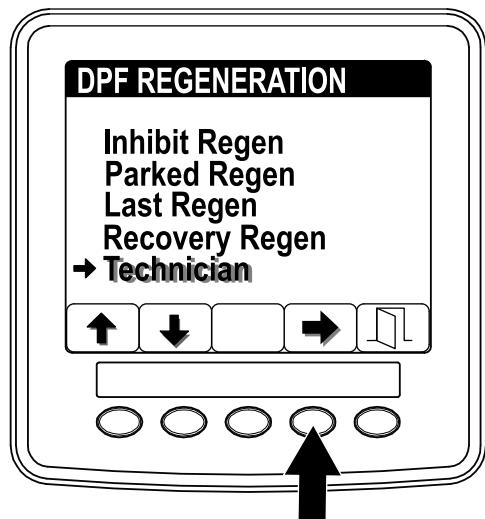

Figura 38
- Acceda al menú DPF Regeneration (Regeneración de DPF) y pulse los botones 1 o 2 para desplazarse hacia abajo, hasta la opción TECHNICIAN (Técnico) (Figura 38).
2. Pulse el botón 4 para seleccionar la opción Technician (Técnico) (Figura 38).